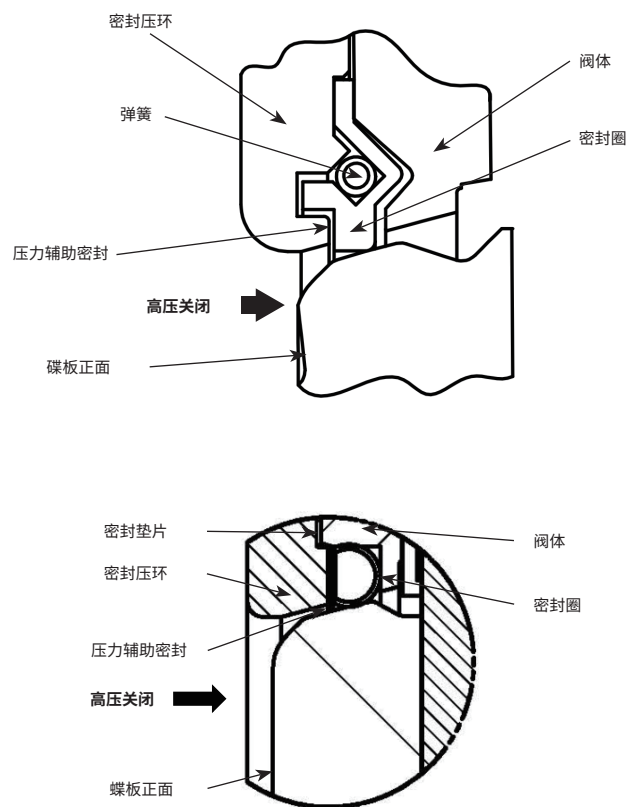

图 10. 密封结构形式
- b). 将金属 C 型圈压入阀体密封沟槽中（见图 10）。
- c). 如图 10 所示，将石墨密封圈放置于密封凸台上。参见下文安装密封压环步骤。